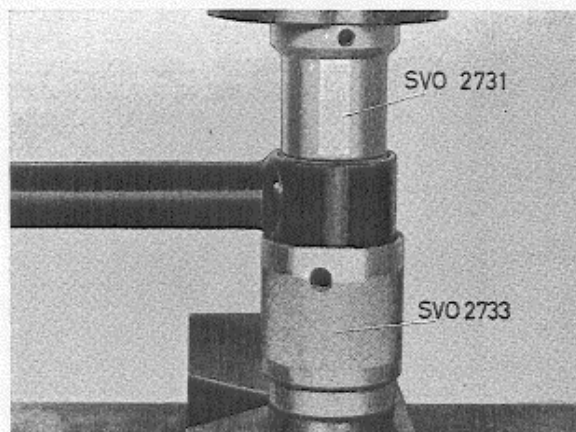

Abb. 16. Auspressen der größeren Lagerbuchse für die Panhardstange
5. Die größere Buchse wird mit Dorn 2731 und Gegenhalter 2733 herausgepreßt (Abb. 16).